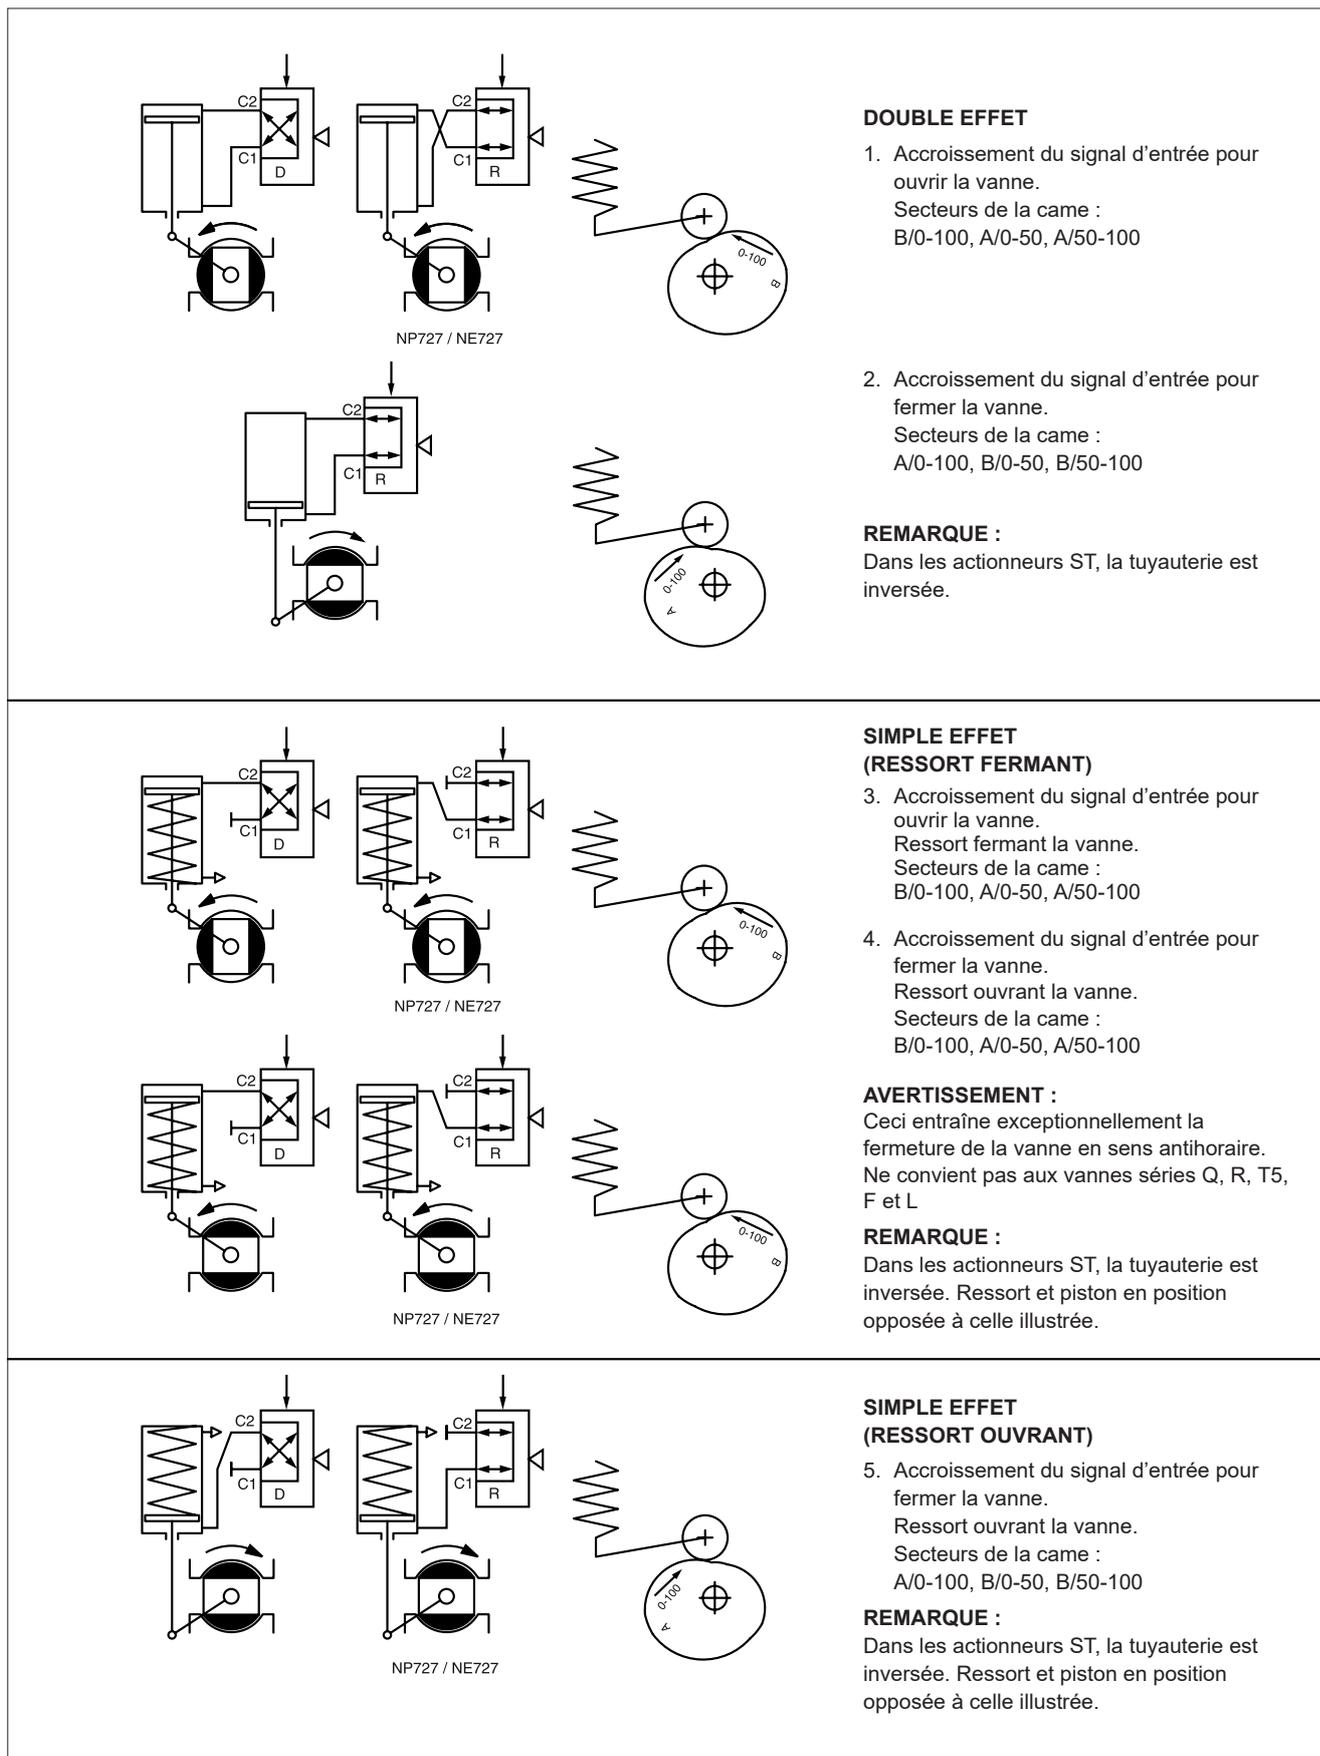

Fig. 5. Actions du positionneur
2. Orienter la flèche (seulement B\_U) parallèlement à l'obturateur de la vanne et fixer l'étrier d'accouplement (2) dans la position indiquée à la Fig. 5, avec la vis (29), sur le couvercle indicateur (B\_U) ou l'accouplement (QP). Fixer la vis de fixation de l'étrier d'accouplement à l'aide d'un frein filet (type Loctite) et serrer.
3. Fixer la console (1) sur le positionneur.
4. Fixer la console (1) sur l'actionneur.